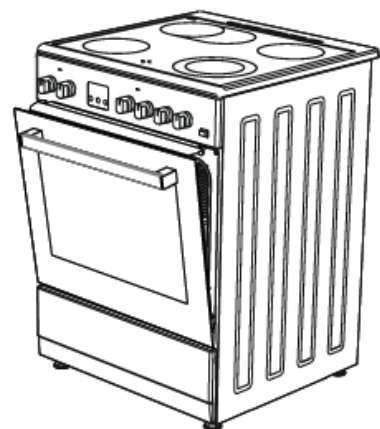

Fig. 10
4. Säkra sedan skyddspanelen mellan ugnen och frontluckan genom att försiktigt stänga luckan (**fig. 10**).